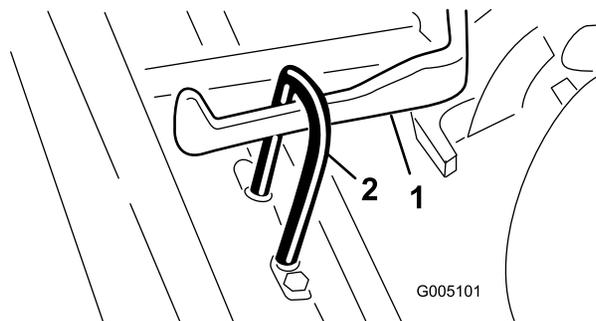

図 7
2. カッティングユニットをプルフレームの下に引き入れ、吊り輪フープを昇降アームに引っかける図 7。